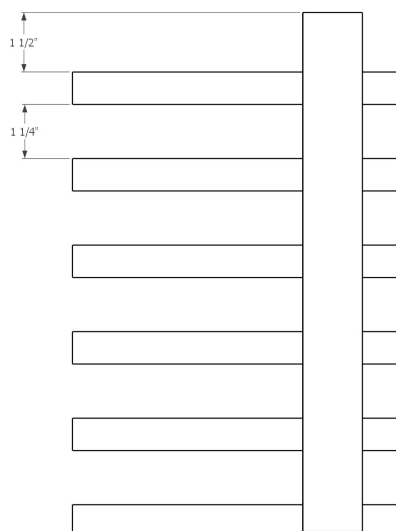

Figure 7. Dépassement de la lame de soutien sur un panneau ELEMENT.
Les extrémités des lames de soutien peuvent être coupées pour s'adapter aux caractéristiques du périmètre. Lorsque les panneaux sont coupés dans le sens de la largeur, il est recommandé de laisser l'équivalent de la distance d'espacement entre deux (2) lames de bois principales et d'ajouter 1/4po supplémentaire afin que la longueur de la lame de soutien dépasse du côté de la lame pour faciliter l'alignement et laisser de la place pour un point de fixation si nécessaire (**Fig. 7**).